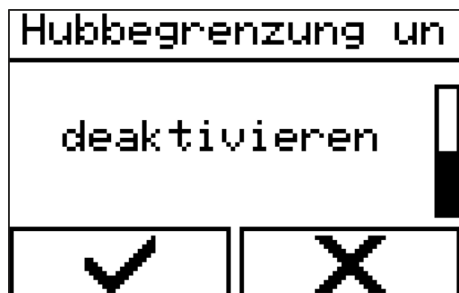

Abb. 101: Hubbegrenzung deaktivieren
3. ➤ „Hubbegrenzung unten deaktivieren“ (Abb. 101) auswählen.